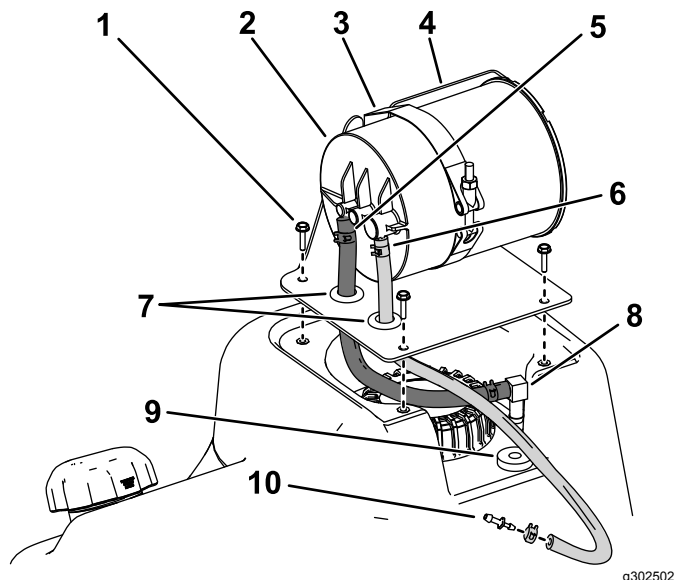

Figura 3
1. Monte el cartucho de carbón, la abrazadera del cartucho y los 2 anillos de goma (9/16") en el soporte del cartucho (Figura 3)